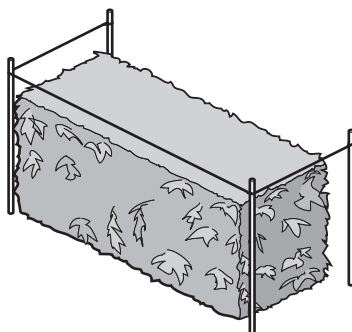

Fig. 9
- Utilisez une ficelle pour obtenir une haie de niveau. Tendez une ficelle à la hauteur désirée le long du haut de la haie et taillez la haie juste au-dessus de cette ficelle (Fig. 9).